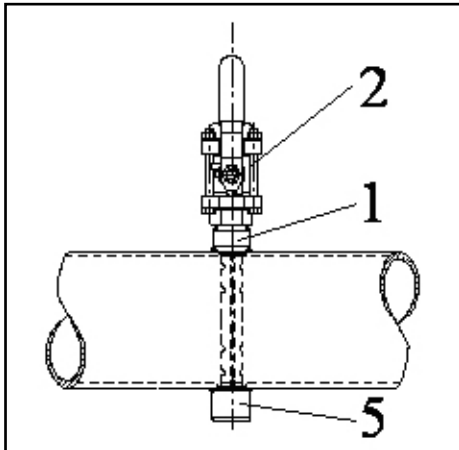

Abb. 17: Montagestutzen mit Absperrventil und Gegenlager
- 11) Befestigen Sie das Absperrventil auf dem Montagestutzen [1]. Öffnen Sie das Ventil – der Handgriff muss sich in der in Abb. 17 gezeigten Position befinden.